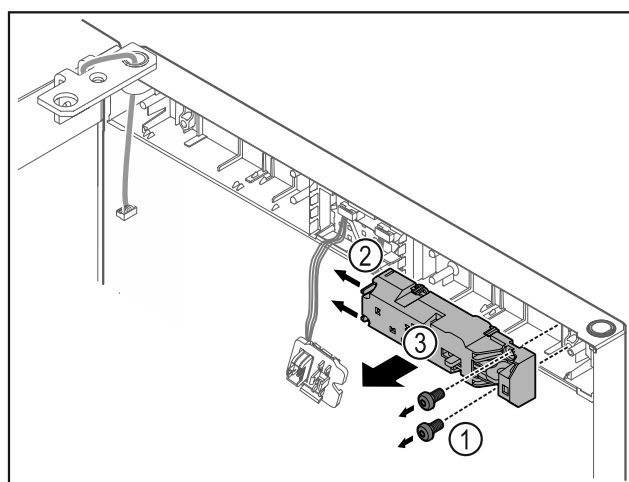

Fig. 10
- Retirer les vis Fig. 10 (1).
- Pousser les ergots sur le côté Fig. 10 (2) et retirer la serrure électrique Fig. 10 (3).